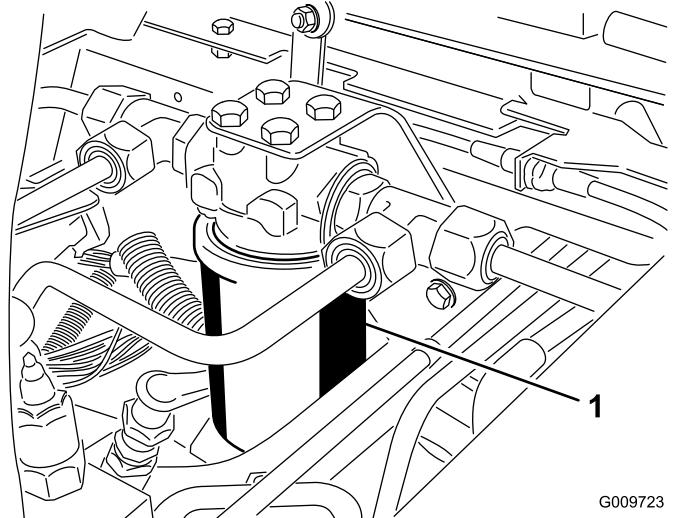
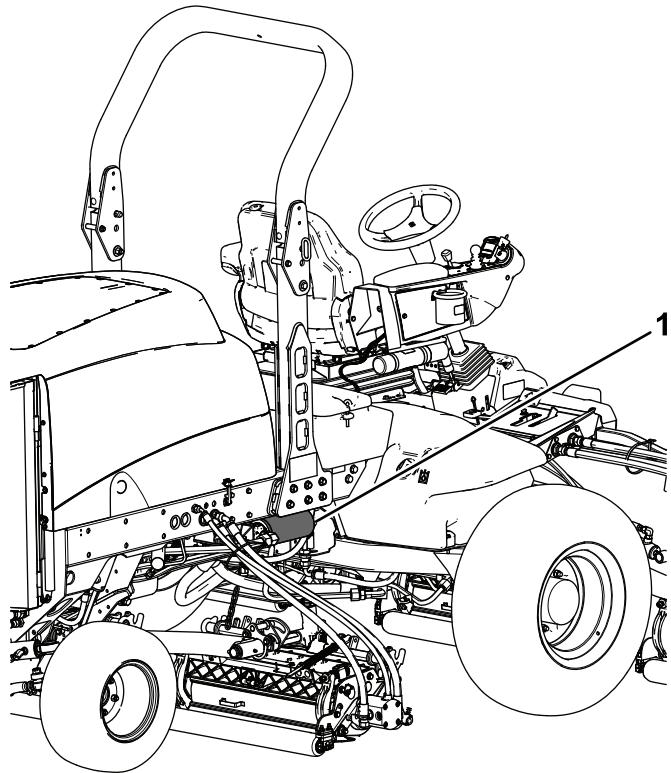

Figura 120
Figura 121
3. Coloque um recipiente de escoamento debaixo do filtro e retire o filtro (Figura 120 e Figura 121).